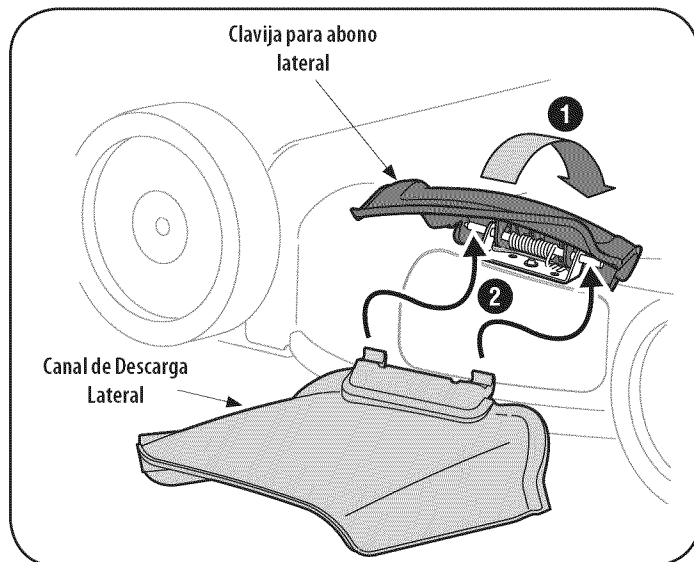

Figura 7
1. En el costado de la podadora, levante el adaptador para abono. Vea Figura 7.